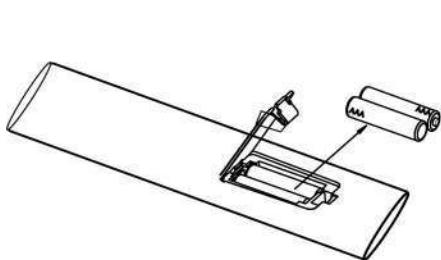

Рисунок 2
1. Вставьте 2 аккумулятора типа ААА в пульт дистанционного управления (см. рисунок 2).